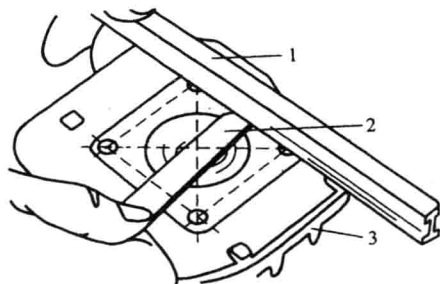

图 1-2 汽缸盖变形检查
① 汽缸盖变形的检查。汽缸盖变形的检查方法如图 1-2 所示。将汽缸盖朝上放在工作台上,将厚直尺放在汽缸盖端面上。然后用塞尺测量厚直尺与汽缸盖端面的间隙,且要多测几处间隙。若所测间隙超过 0.05mm,则表明汽缸盖变形。